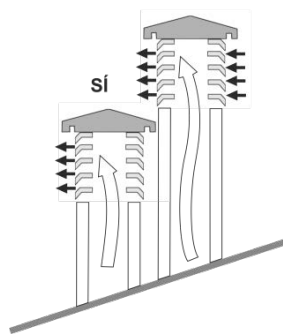

Fig.6
- Siempre que utilice conductos de ventilación con salidas en paralelo, se recomienda que uno esté más alto contra el viento. (fig. 6)